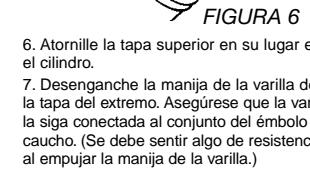

FIGURA 6
5. Empuje el cartucho de grasa dentro del cilindro hasta que el borde de su lengüeta retráctil toque el reborde del cilindro (vea la Figura 6). Después quite el sello de lengüeta retráctil del extremo del cartucho de grasa.